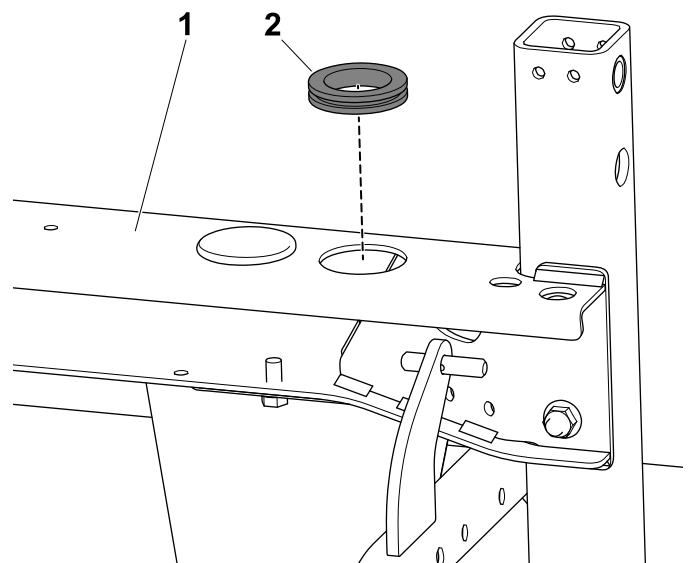

Bild 25
4. Befestigen Sie die Scheibe am Rahmen (Bild 25).